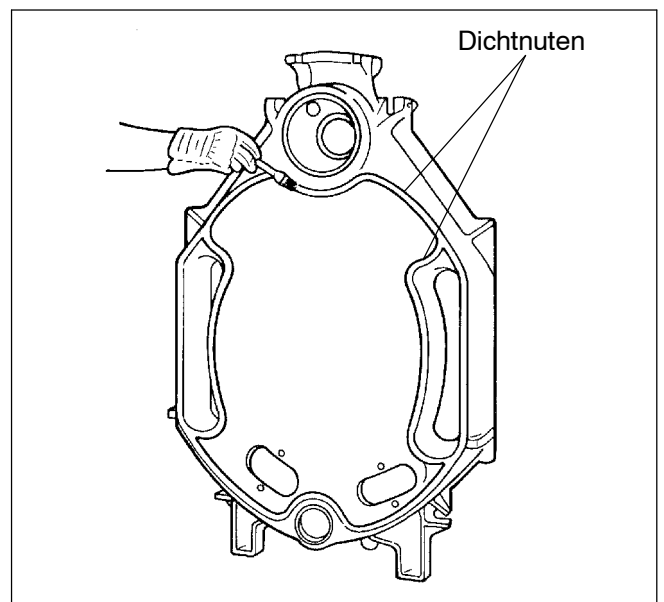

Abb. 9
- Dichtnuten mit Schmirgelleinen und Lappen reinigen (Abb. 9).
- Dichtnuten mit Haftmittel (Primer) einstreichen (Abb. 9).